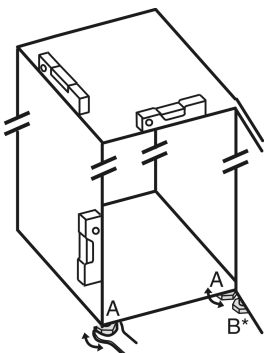

Fig. 24
- ▶ Stelvoetjes Fig. 24 (A) met meegeleverde steeksleutel en met behulp van een waterpas er uit draaien tot het apparaat vast en vlak is uitgelijnd.
- ▶ Stelvoetje Fig. 24 (B) op het lagerblok losdraaien met de bijgeleverde steeksleutel totdat deze op de vloer rust.
- ▶ Draai de verstelbare poot Fig. 24 (B) maximaal 90° verder om beschadiging van de deur te voorkomen.